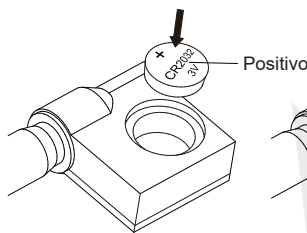

fig.2
---Coloque a bateria CR2032 na casa da bateria, o lado positivo da bateria (+) deve olhar para fora (fig.2).